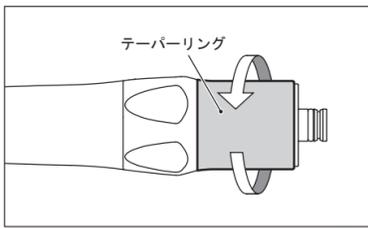

図11
- テーパリングを図の方向に回して緩め、取り外してください。(図11)